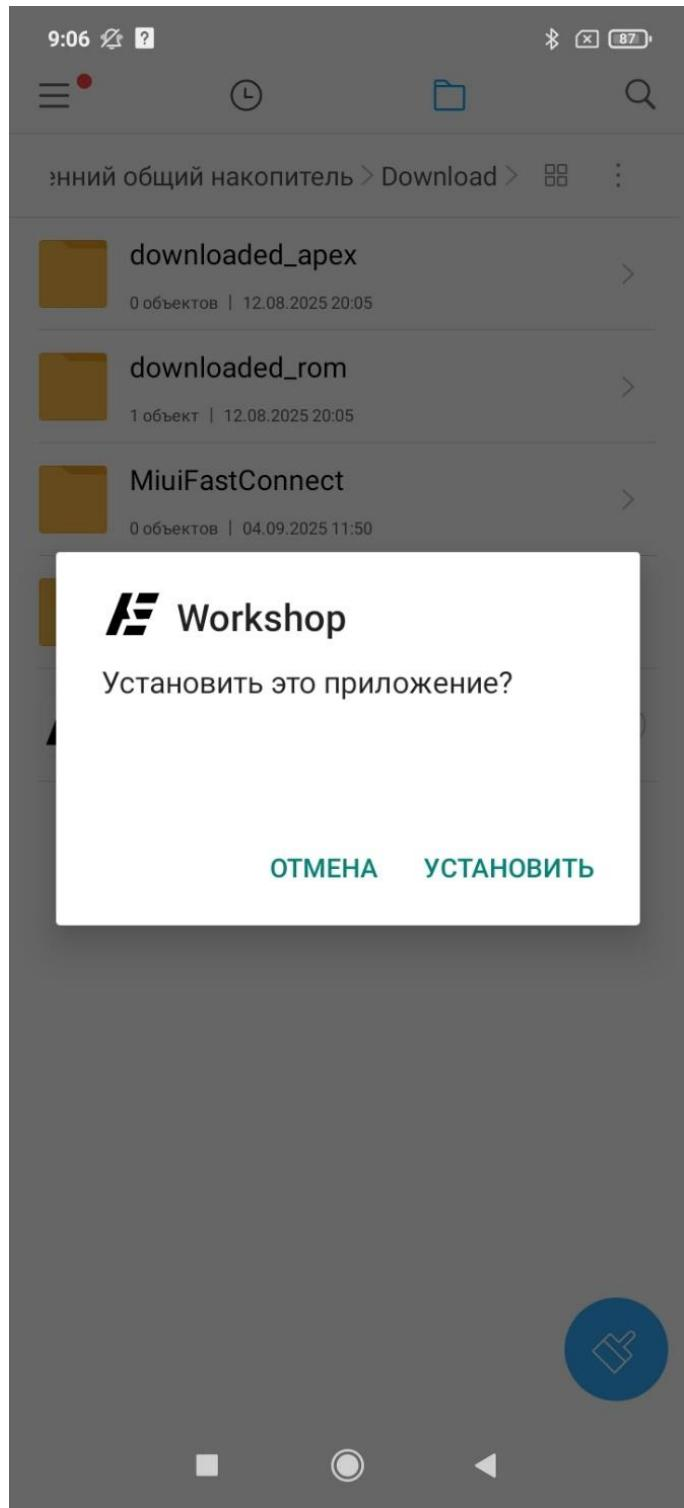

Рисунок 2. Установка Workshop Android
3. Далее на телефон, с операционной системой Android необходимо установить файл «Workshop.apk», рисунок 2.